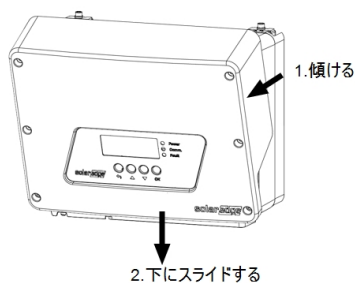

図 14: パワーコンディショナのカバーの取り外し
3. パワーコンディショナのカバーを開きます（図 14を参照）：